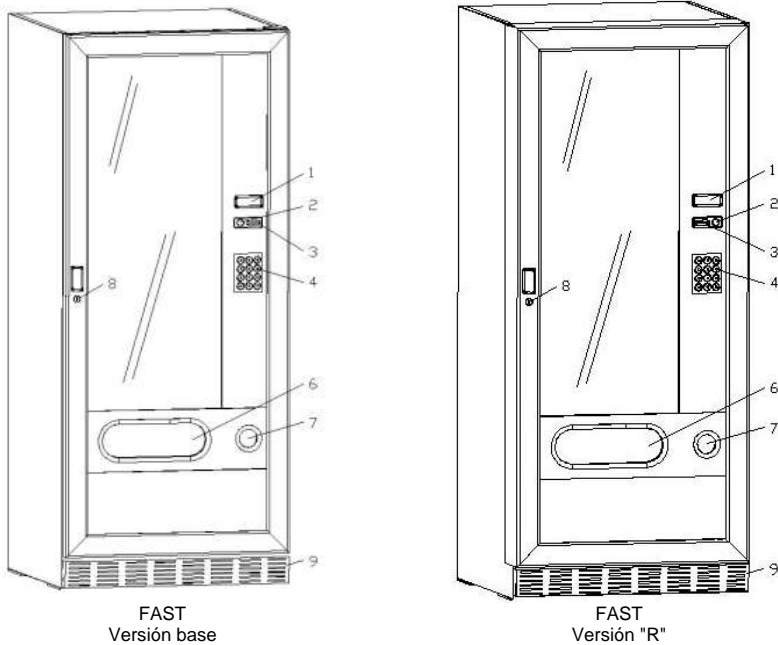

fig. 1
- Para aplicar la etiqueta del producto, véase el punto 5 fig.1, desmontar el soporte de la caja recaudadora y poner los tornillos que lo fijan en la bolsa destinada a ello.